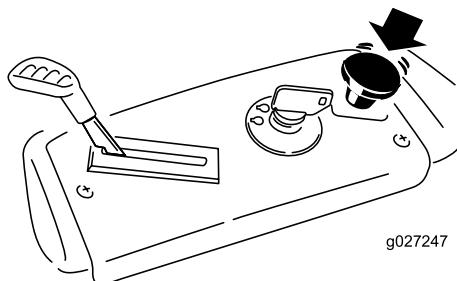

Figura 13
1. Desengrane las cuchillas moviendo el mando de control de las cuchillas a la posición de DESENGRANADO (Figura 13).